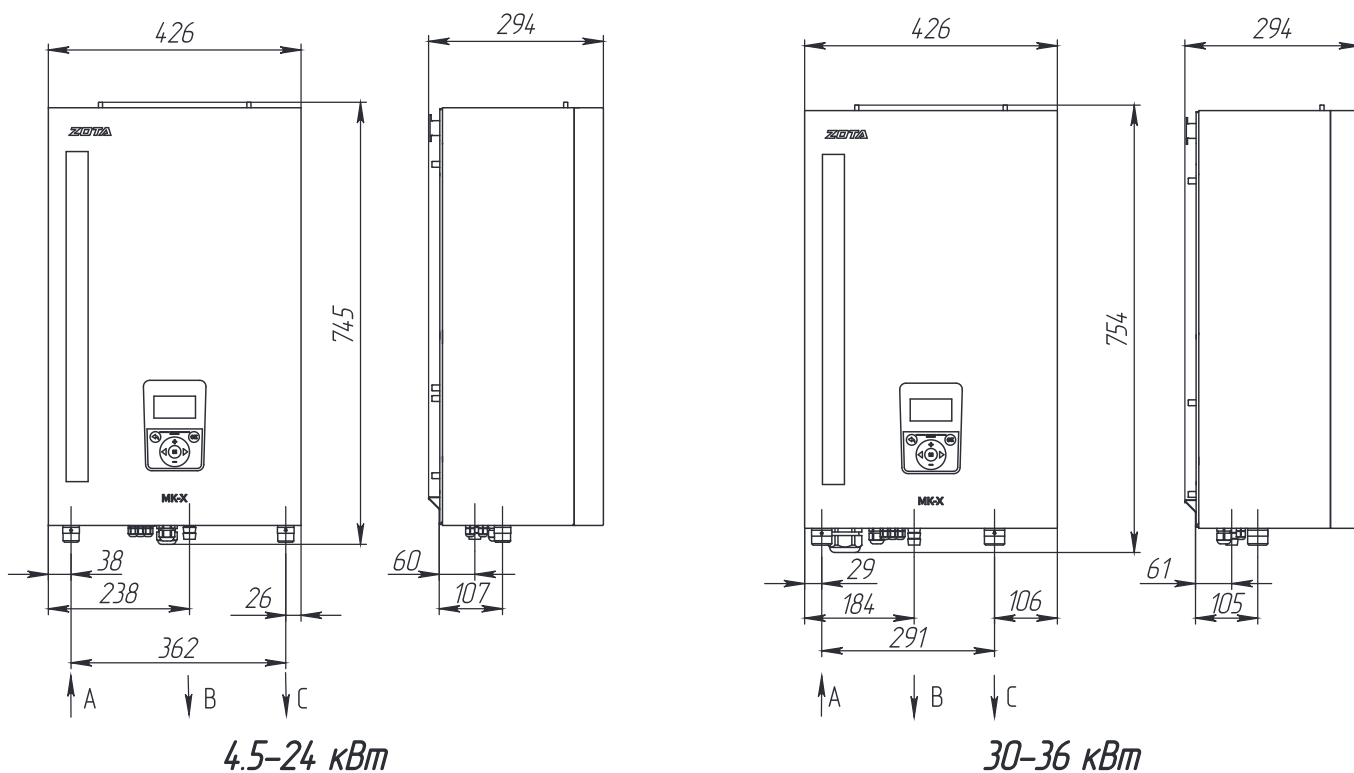

Рис.10 Габаритные размеры ZOTA МК-Х 4,5-36
- подсоединить котел к системе отопления. Габаритные и присоединительные размеры котлов указаны на **Рис.10;**